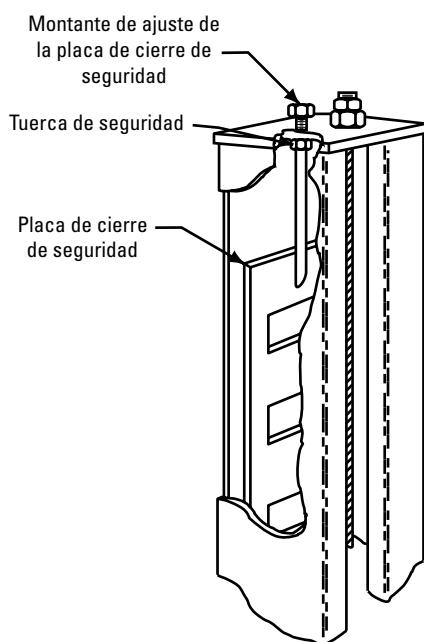

Fig. 31
- I. Siempre vuelva a verificar el nivel de los carriles para asegurarse de que todos las bases del seguro de cierre esten ajustadas correctamente. Comience en el punto "A" y vuelva a verificar el nivel en los puntos "B", "C" y "D", Fig. 31. Reajuste, si se necesita.
- J. Para completar los procedimientos de nivelado, asegure cada tuerca de seguridad de la base del seguro de cierre ajustadamente contra el punto más bajo de la cima de la base de la columna, Fig. 31.